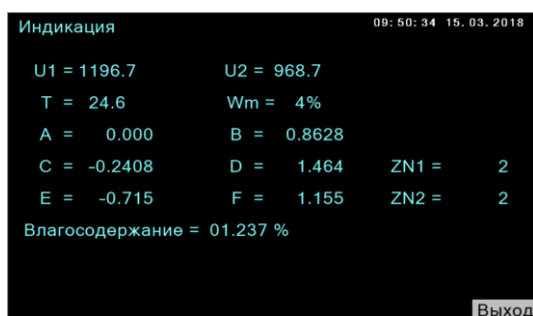

Рисунок 11 – Окно «Индикация»
9.2.3 Окно «Индикация» (рис.11) предназначено для диагностики и контроля.